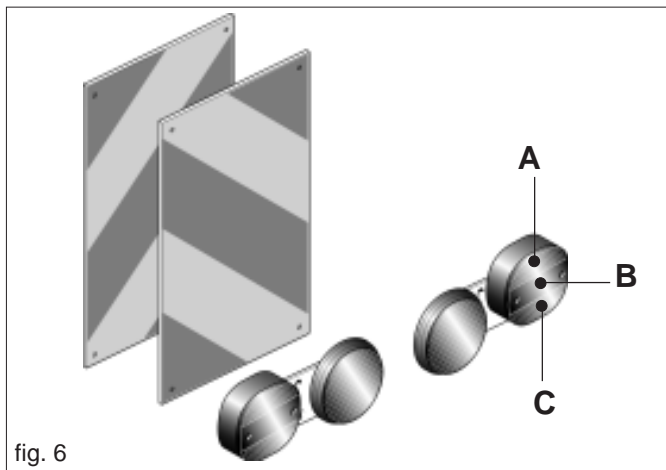

fig. 6
- 37) Qualora gli ingombri costituiti da attrezzature portate o semiportate occultino la visibilità dei dispositivi di segnalazione e di illuminazione della trattoria, questi ultimi devono essere ripetuti adeguatamente sulle attrezzature, attenendosi alle normative del codice stradale in vigore nel relativo paese. Accertarsi, quando in uso, che l'impianto luci sia perfettamente funzionante. Si rammenta inoltre che la corretta sequenza segnaletica dei fanali prevede (Fig. 6):